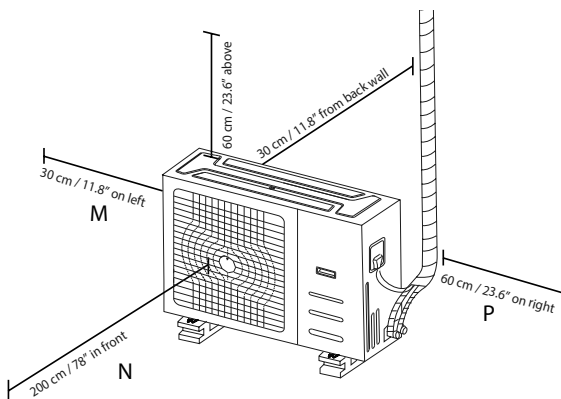

Рис. 5.10
**ПРИМЕЧАНИЕ.** Минимальное расстояние между наружным блоком и стенами, указанное в инструкции по монтажу, не распространяется на герметичные помещения. Как минимум с трех сторон (M, N, P) корпус наружного блока ничто не должно загораживать (рис. 5.10).